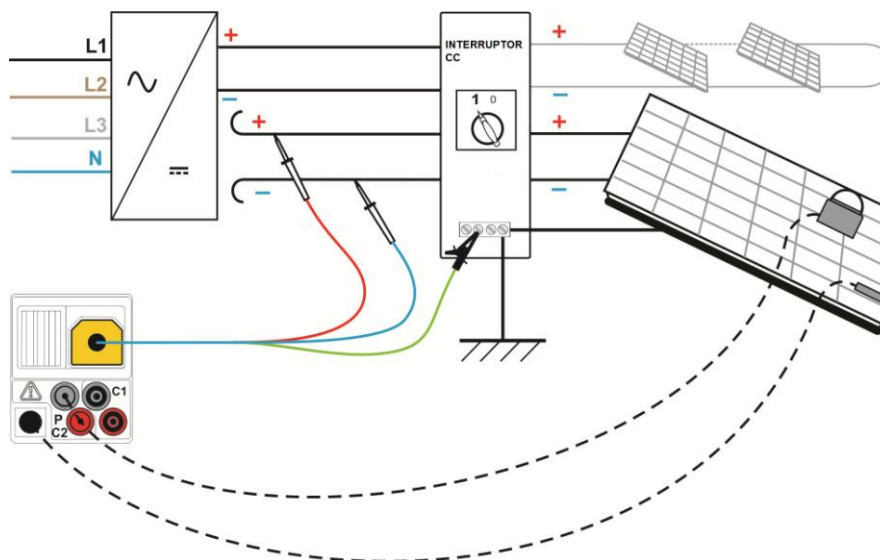

Figura 5.37: Conexión para la medición automática con el cable de prueba fotovoltaico universal
- ❑ **Conecte** el cable de prueba fotovoltaico universal al instrumento (vea la Figura 5.37).
- ❑ **Conecte** los accesorios al sistema fotovoltaico (vea la Figura 5.37).